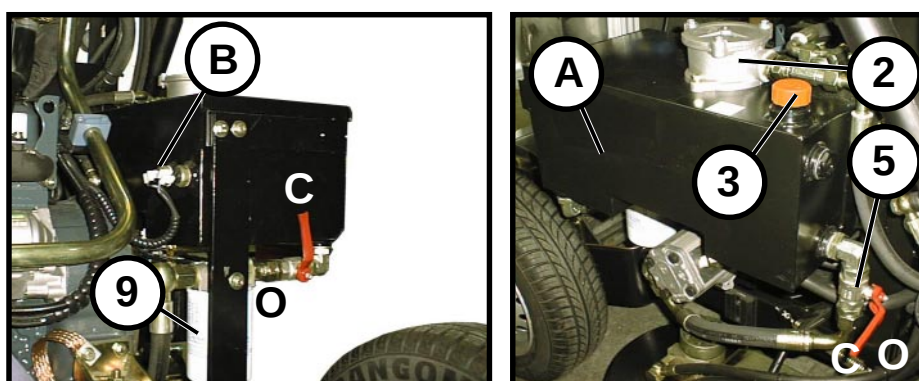

FIG. 21
Le circuit est protégé par un filtre à huile 1 (FIG. 21) en aspiration et par un filtre à huile 2 (FIG. 21) en décharge.
Toutes les 40 heures contrôler le niveau d'huile dans le réservoir A (FIG. 21) par l'intermédiaire du bou-chon 3 (le contrôle doit être effectué alors que l'huile est chaude).
**Avant de changer les filtres veiller à bien fermer les robinets d'huile 4 et 5 (FIG. 21) en les plaçant sur la position C, les rouvrir une fois l'opération effectuée.**
Lorsque la température de l'huile dans le réservoir A (FIG. 21) dépasse 60°C, le bulbe B (FIG. 21) le signale aux électroventilateurs 2, lesquels se mettent automatiquement en marche pour assurer le refroidissement de l'huile.